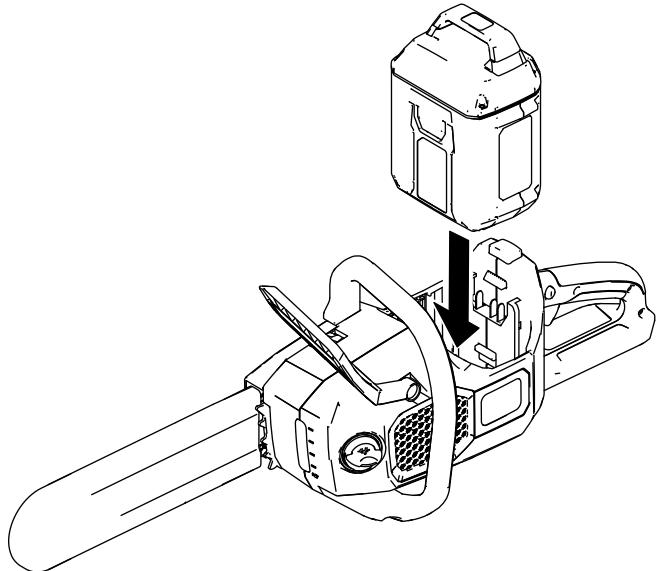

Figura 22
2. Allineate la linguetta del pacco batteria con il vano batteria nella motosega (Figura 22).